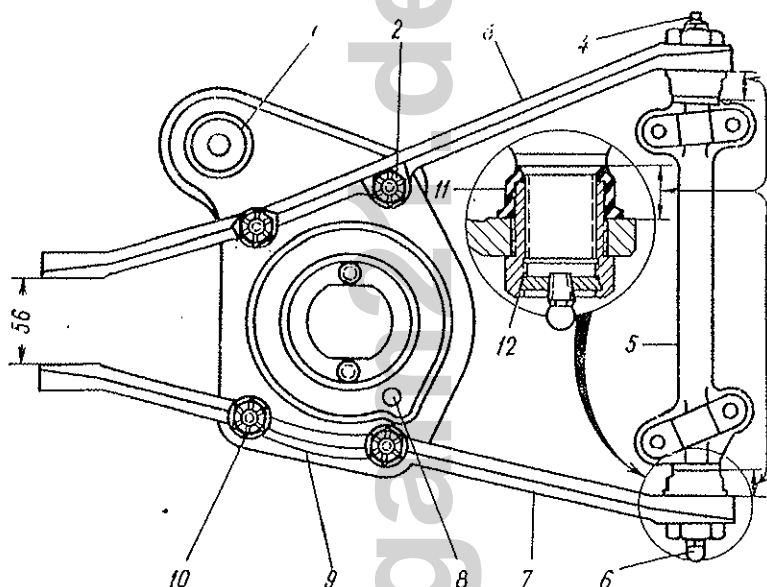

Bild 203 Untere Hebel der Aufhängung:
1. Stütze des Stabilisators von der Lagerungsschale 9 der Feder (Bild 203) trennen und den Stoßdämpfer absetzen.
Beim Zusammenbau der unteren Hebel (siehe Bild 203) muß man unbedingt dafür sorgen, daß die Maße A zwischen den Stirn-
Beim Einschrauben der Gewindebolzen, wenn der Achsschenkelhalter mit den Hebeln zusammengebaut wird, ist unbedingt das Maß $56 \pm 1,5$ mm zwischen den inneren Stirnflächen der Hebelköpfe einzuhalten, wie Bild 203 zeigt. Ist dies nicht der Fall, so betätigen sich die Hebel mit zusätzlicher Belastung durch Verformung, und dies ist unzulässig. Wird dieses Maß nicht an den oberen Hebeln eingehalten, so ist es außerdem möglich, daß Bruch der Pufferlagerung oder Abriß deren Befestigungsschrauben verursacht werden.